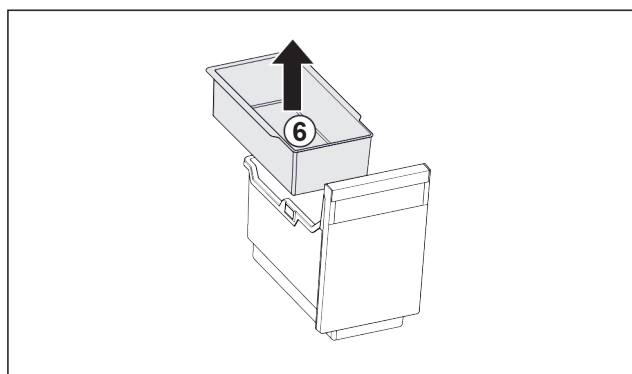

Fig. 29
- ▶ Odoberte závesnú misku Fig. 29 (6).